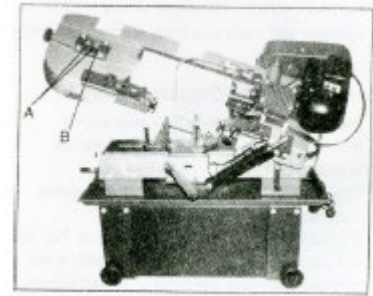

Fig.13
5. Løsn boltene (A – Fig. 13)
6. Drej justeringsskruen (B) mens der holdes øje med klingens sporing på hjulet. Drej med uret for at få klingens sporing tættere på hjulflangen og mod uret for at få klingens sporing længere væk fra hjulflangen.